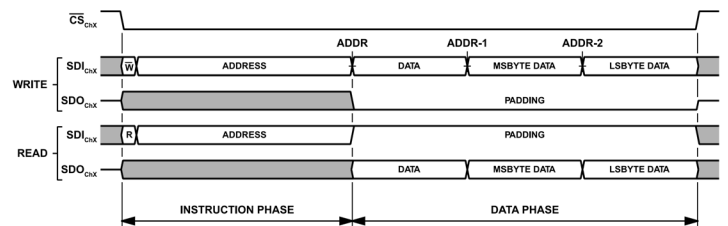
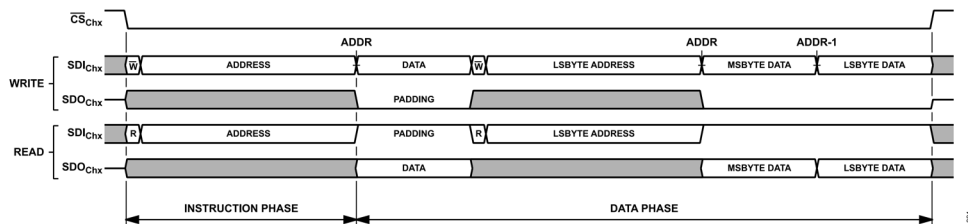

図 90. インターフェース・アクセスの例、インターフェースのデフォルト設定、ストリーミング・モード (ADDR_ASCENSION = 0)
図 91. インターフェース・アクセスの例、単一命令モード (SINGLE_INST = 1)、その他すべてのインターフェース・オプションのデフォルト
図 90 に、デフォルトのインターフェース設定を使用したシリアル・トランザクションの汎用 SPI フレーム・フォーマットを示します。この例では、バイト幅レジスタとマルチバイト・レジスタで構成される設定レジスタ空間の一部がアクセスされます。
単一命令モード (SINGLE_INST = 1) では、メモリ・アクセス・コントローラは、図 91 に示すように、所与の SPI フレーム内でアクセスされる各レジスタに対して伝送する命令フェーズを必要とします。このモードは、所与の SPI フレーム内でレジスタ空間の隣接していないセクションへのアクセスが必要な場合に便利です。ストリーミング・モードでは、一意のレジスタ・アクセスごとに新しい SPI フレームを開始することで、同じアクセスの柔軟性を実現できることに注意してください。
この概念を拡張すると、 $\text{STRICT_REGISTER_ACCESS} = 1$ の場合、データ転送の最初のエンティティとしてマルチバイト・レジスタにアクセスする SPI フレームは、命令ワードの開始アドレスを ADDR_ASCENSION 選択に対応するように正しく設定する必要があります。アドレス・カウンタが自動的にデクリメントする場合 ($\text{ADDR_ASCENSION} = 0$) は、そのマルチバイト・レジスタの最上位バイトのレジスタ・アドレスを先頭アドレスとし、逆に自動的にインクリメントする場合は、最下位バイトのレジスタ・アドレスを先頭アドレスとします。 ADDR_ASCENSION が自動アドレス・デクリメント (0) から自動インクリメント (1) に変更されると、図 90 と図 91 は、図 93 と図 94 に示すように変更され、データ・フェーズのバイト順序および命令フェーズのマルチバイト・レジスタ開始アドレスの変更に対応します。